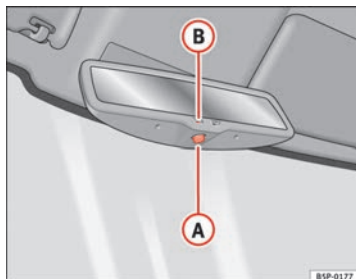

Fig. 87 Rétroviseur intérieur avec réglage automatique de position anti-éblouissement.
- Appuyez sur la touche (A) ⇒ fig. 87. Le témoin (B) s'éteint.
- Appuyez sur la touche (A) ⇒ fig. 87. Le témoin s'allume.